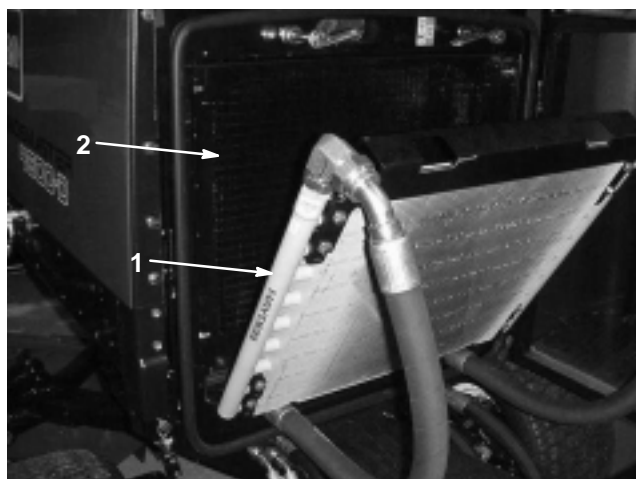

Figure 38
3. Basculez le refroidisseur d'huile en arrière. Nettoyez soigneusement les deux côtés du refroidisseur et du radiateur (Fig. 38) à l'air comprimé.